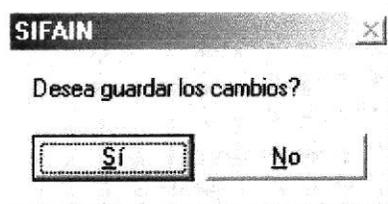

Figura 9.5 Mensaje de Información Modificar.
- Si no ocurrió ningún error aparecerá el mensaje de la figura 9.5.